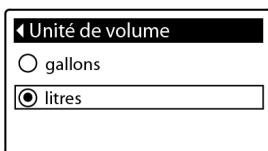

FIG.46
5. Appuyez sur SELECT (O) pour afficher le menu Unités de volume (Figure 46).
6. Si un point noir figure déjà en face de l'unité de volume souhaitée (Figure 46), passez à l'étape 7. Sinon, appuyez sur DESCENDRE (▼) ou MONTER (▲) pour parcourir jusqu'à l'unité de volume souhaitée, puis appuyez sur SELECT (O) pour valider votre sélection.
7. Appuyez sur SELECT (O). L'affichage reviendra au menu Préférences de l'utilisateur.
6. Si un point noir figure déjà en face de l'unité de dureté souhaitée (Figure 46), passez à l'étape 7. Sinon, appuyez sur DESCENDRE (▼) ou MONTER (▲) pour parcourir jusqu'à l'unité de dureté souhaitée, puis appuyez sur SELECT (O) pour valider votre sélection.